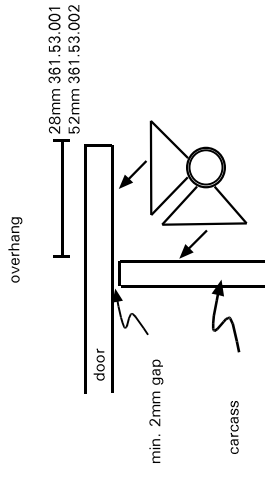
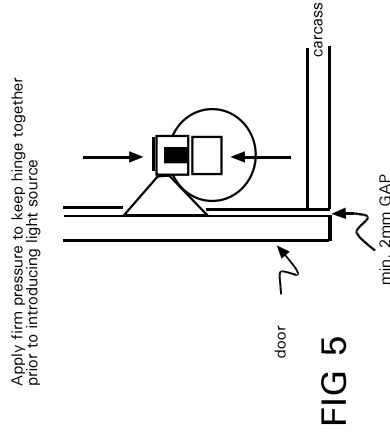
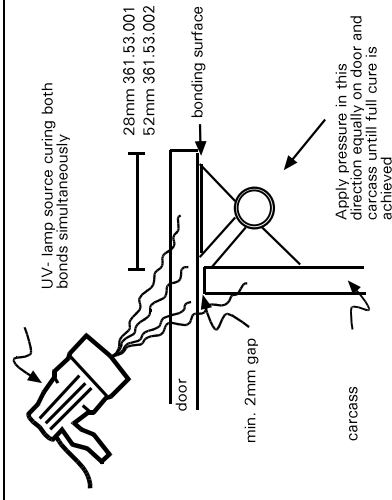

FIG 4
FIG 5
FIG 6
- Apply Häfele bonding fluid (Cat.No.003.04.110) or (Cat.No.003.04.111) to both surfaces of the hinge and place under glass in the desired position firmly. (See Fig.4) whilst **clamping** the male and female parts of the barrel together and applying **equal** pressure to the underside of door and side of carcass. (See Fig.5 and Fig.6)
- Make sure that clear bonds are obtained on both hinge faces prior to introducing the light source which must be held so that it cures **both** faces simultaneously, otherwise hinges may be incorrectly aligned. (See Fig.6)
- Bringen Sie auf beide Teile des Scharniers Häfele UV-Klebstoff (Art.Nr.003.04.110) oder (Art.Nr.003.04.111) auf und fixieren Sie die Scharniere auf dem Glas an den gewünschten Stellen (s.Abb.4), indem Sie die beiden Teile des Scharniers zusammenstecken und **gleichmäßig** Druck auf die Unterseite der Tür sowie die Seite des Korpus ausüben (Abb.5 und Abb.6).
- Stellen Sie die **exakte Positionierung** des Scharniers sicher, bevor Sie die UV-Lampe verwenden. Diese muß so ausgerichtet werden, daß beide Seiten des Scharniers **gleichzeitig** angestrahlt werden, da sonst die Scharniere möglicherweise nicht richtig ausgerichtet werden (s.Abb.6).
Üben Sie leichten Druck aus um das Scharnier zusammen zu halten, bevor Sie die UV-Lichtquelle in Position bringen. Siehe Fig. 6